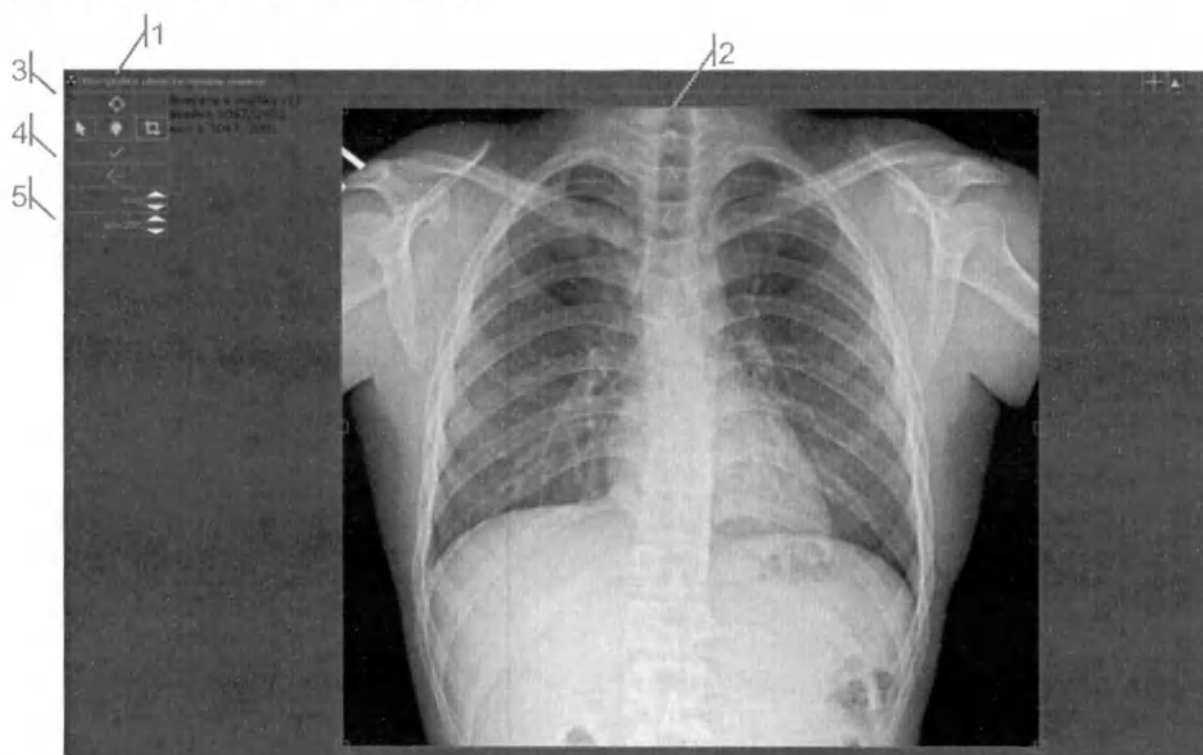

Рис. 156 Внешний вид окна «Настройка области печати снимка»
– Откроется окно «Настройка области печати снимка» (Рис. 156 Внешний вид окна «Настройка области печати снимка»)